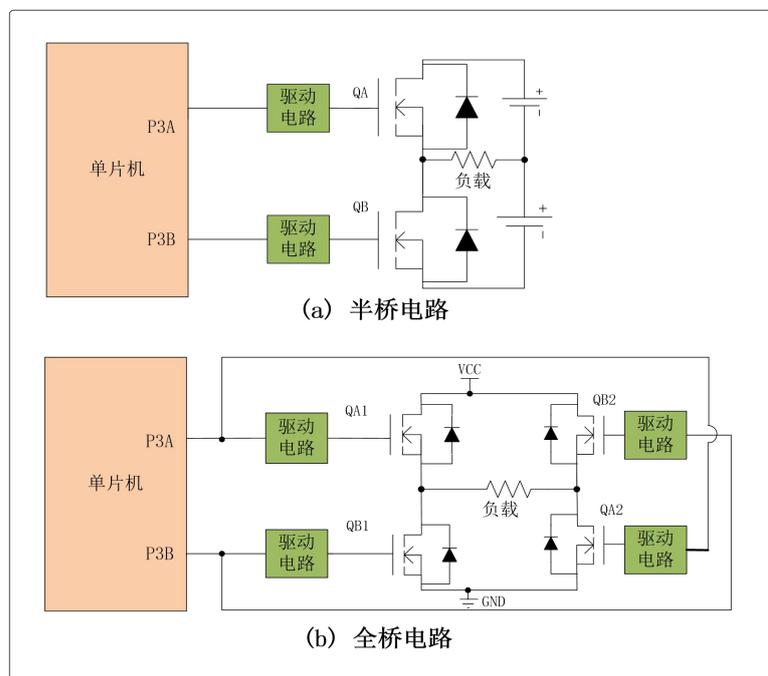
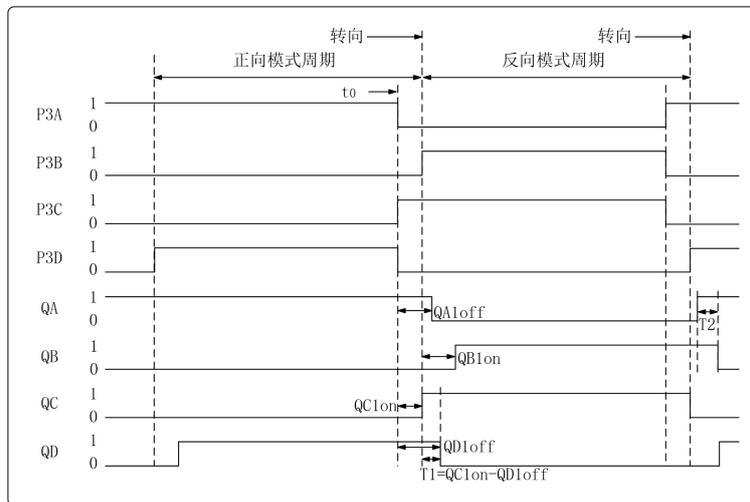

图 8.7 半桥输出模式应用举例
图 8.13 接近满占空比时换向时信号示例
半桥输出模式可用于控制半桥和全桥控制电路，如图 8.7 所示，为半桥输出模式应用于半桥桥和全桥控制电路的示例。半桥输出模式应用于两个开关管的半桥控制电路，或使用 2 个 PWM 信号来控制 4 个开关管的全桥控制电路。
如图 8.7(a)、8.8 所示，在半桥输出模式应用中，P3A 和 P3B 一直以 PWM 频率调制两个开关管，通常开关管的截止比导通需要更多的时间。如果 QA 和 QB 同时导通，两个管子可能会在一段很短的时间内都处于导通状态，在这很短的时间内，将会产生很大的电流流过两个管子，从而可能导致电路损坏。直到一个管子完全截止才会退出此状态(图 8.13(a)中的 (1)、(2)、(3)和(4)处所示)。
全桥输出模式下没有死区延时功能。通常在此模式中，任何时间只调制一对输出，因此不会导致电路产生直通电流，所以不需要死区延时。然而，当 PWM 的占空比接近百分之一百，且开关管导通时间小于截止时间时，将会导致电路产生直通电流。图 8.13 为此情况下各处信号示例。
图 8.13 中在 t_0 时刻 P3A 和 P3D 变为无效，P3C 为有效。QA、QB、QC 和 QD 分别为四路 PWM3 输出控制的开关管，QAoff 和 QDoff 为开关管的截止延时时间，QBon 和 QCon 为导通延时时间，由于管子导通和截止时间的差异，在第一次换向时，开关管 QC 和 QD 产生直通电流，持续时间为 T_1 ，在后面一次换向时 QA 和 QB 产生直通电流，持续时间为 T_2 。